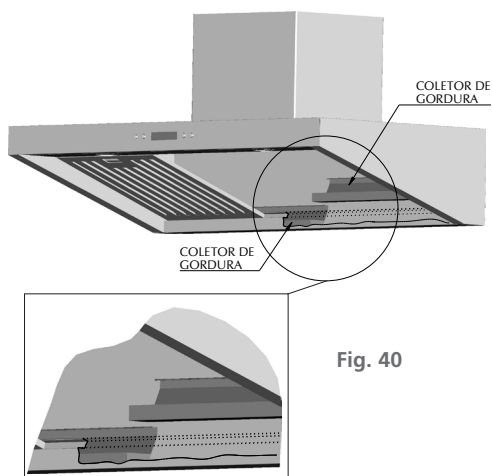

Fig. 40
**Os coletores de gordura devem se lavados pelo menos uma vez por mês, quando em condições normais de uso, ou conforme necessidade [Fig. 40].**